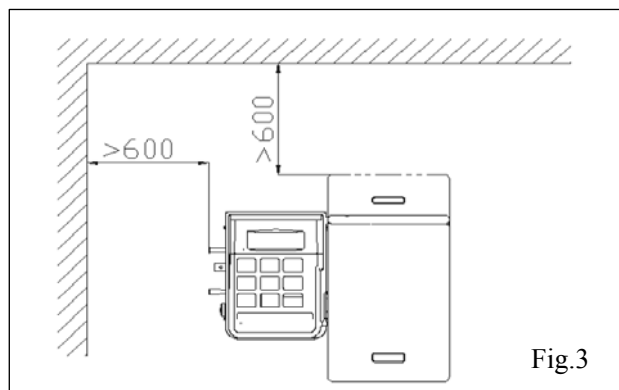

Fig.3
- El espacio de instalar tiene que respetar al requisito en la Fig. 3 para asegurar que no se limita a la operación de la máquina.